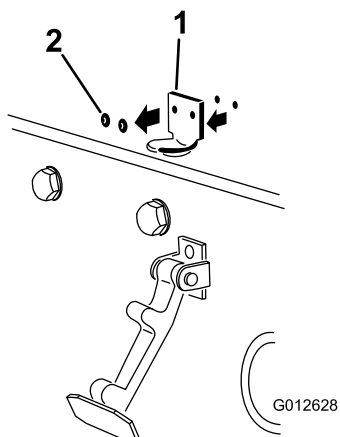

Bild 5
2. Entfernen Sie die zwei (2) Nieten, mit denen die Halterung des Motorhaubenriegels an der Motorhaube befestigt ist (Bild 5). Nehmen Sie die Halterung des Motorhaubenriegels von der Motorhaube ab.
3. Fluchten Sie die Befestigungslöcher aus und positionieren Sie gleichzeitig die Halterung des CE-Riegels und des Motorhaubenriegels auf der Motorhaube. Die Riegelhalterung muss an der Haube anliegen (Bild 5). Nehmen Sie die Schraube und Mutter nicht vom Halterungsarm für den Riegel ab.